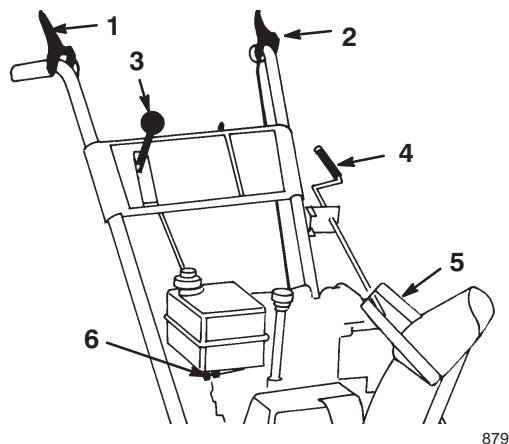

Figure 17
- **Commande de tarière/roue hélice** (Fig. 17)—Pour embrayer la tarière et la roue hélice, serrez la manette contre la poignée du mancheron de droite. Pour les débrayer, lâchez la manette.
- **Commande de traction** (Fig. 17)—Pour embrayer la traction (entraînement des roues), serrez la manette contre la poignée du mancheron de gauche. Pour arrêter la traction, lâchez la manette.
- **Changement de vitesse** (Fig. 17)—Cette commande offre sept vitesses : cinq en marche avant et deux en marche arrière. Pour changer de vitesse, placez le levier dans la position souhaitée. Le levier s'engage dans un cran pour chaque vitesse choisie. Le changement de vitesse peut être dur lorsque la machine doit fournir de gros efforts.
- **Commande d'orientation de l'éjecteur** (Fig. 17)—Tournez la commande d'orientation dans le sens des aiguilles d'une montre pour déplacer l'éjecteur vers la gauche, ou en sens contraire pour le déplacer vers la droite.
- **Poignée du déflecteur** (Fig. 17)—Déplacez la poignée du déflecteur vers l'avant pour rejeter la neige plus bas ou vers l'arrière pour la rejeter plus haut.
- **Robinet d'essence** (Fig. 17)—Fermez le robinet en le tournant dans le sens des aiguilles d'une montre et ouvrez-le en le tournant dans le sens contraire des aiguilles d'une montre. Fermez le robinet lorsque vous n'utilisez pas la déneigeuse.
3. Relâchez les manettes de tarière/roue hélice et de commande de traction (Fig. 17).
10. Sélectionnez la première (Fig. 17), serrez la manette de commande de traction contre la poignée, puis relâchez-la. Si la déneigeuse se met à avancer avant que vous ayez engagé la manette de commande ou après que vous l'avez relâchée, reportez-vous à la rubrique Réglage de la courroie d'entraînement de traction, page 21.